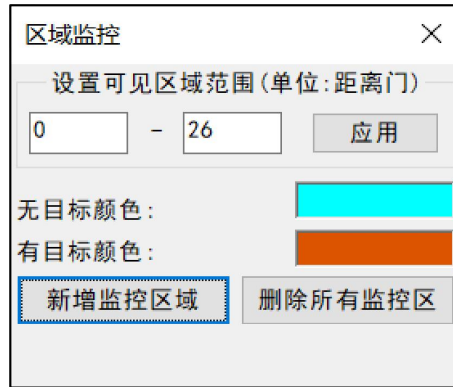

图 4-6 “区域监控”设置页面
- 步骤二、点击“区域监控”按钮，出现图 4-6 所示的界面，界面各部分功能介绍如下：